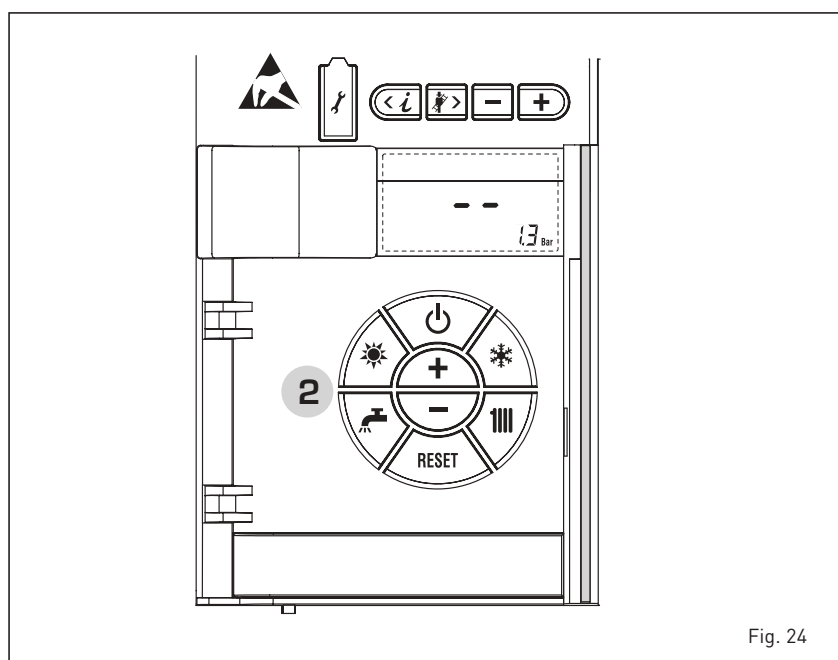

Fig. 24
ENCENDIDO CALDERA (fig. 24)
APAGADO DE LA CALDERA (fig. 24)
En caso de breves ausencias, pulsar la tecla del panel de mandos (pos. 2). El display se presenta como indica la fig. 24.